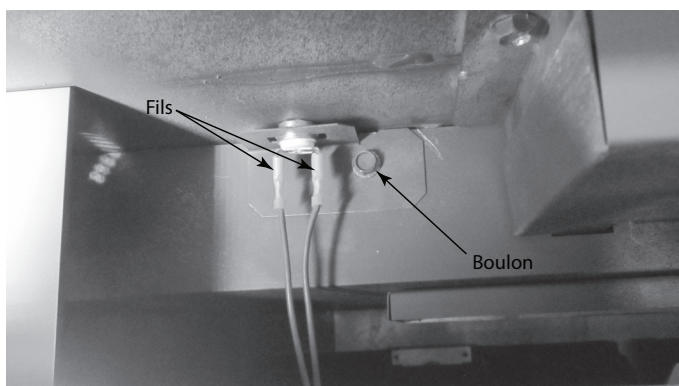

Figure 4.38 Remplacement du disque d'arrêt
6. Installer le nouveau disque d'arrêt dans le support et réinstaller dans le foyer. Voir la figure 4.38.